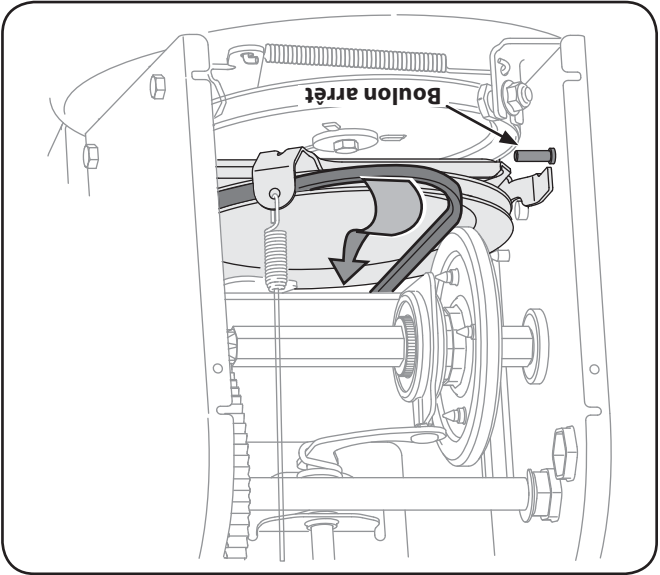

Fig. 7-8
7. Dégagez la courroie de transmission de la poulie et de l'espace entre la roue de frottement et la plaque d'entraînement. Voir la Fig. 7-8.